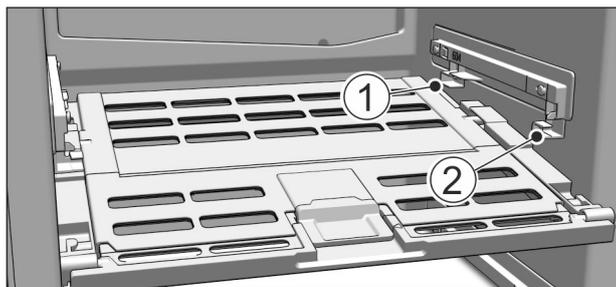

Fig. 50
- ▶ 装入水果和蔬菜长久保鲜盖子：将桥形接片由下方导入后部固定支架 Fig. 50 (1)内并卡在固定支架 Fig. 50 (2)的前部。